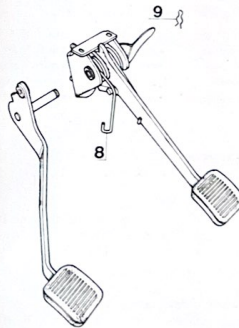

Fig. 2.8. Pedal del embrague desarmado del conjunto.
Desenganchar el muelle (8) (fig. 2.8) de retroceso del pedal del embrague. Quitar la grapa (9) y extraer el pedal y su eje.